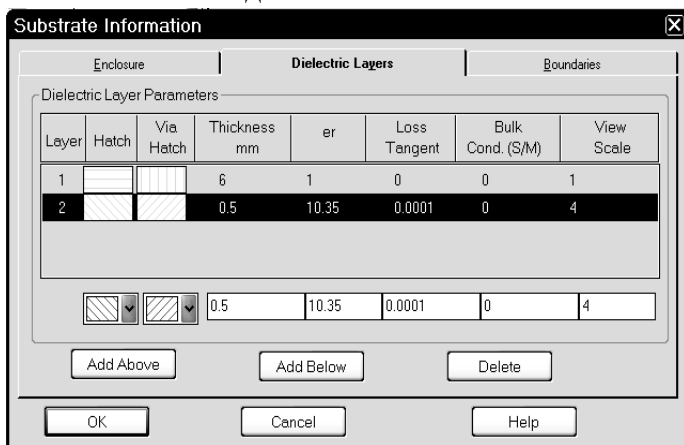

Рис. 3.174
- Щёлкните по значку **Substrate Information** на панели инструментов. В открывшемся окне на вкладке **Enclosure** в поле **X-Dimension(mm)** введите **13.9**, в поле **X-Divisions** введите **278**, в поле **Y-Dimension(mm)** введите **6.3**, в поле **Y-Divisions** введите **126**. На вкладке **Dielectric Layers** для слоя **1** введите толщину слоя **6** мм. Для слоя **2** введите толщину слоя **0.5**, диэлектрическую проницаемость **10.35**, тангенс потерь **0.0001**, масштаб отображения **4** (рис. 3.174), нажмите **OK**.